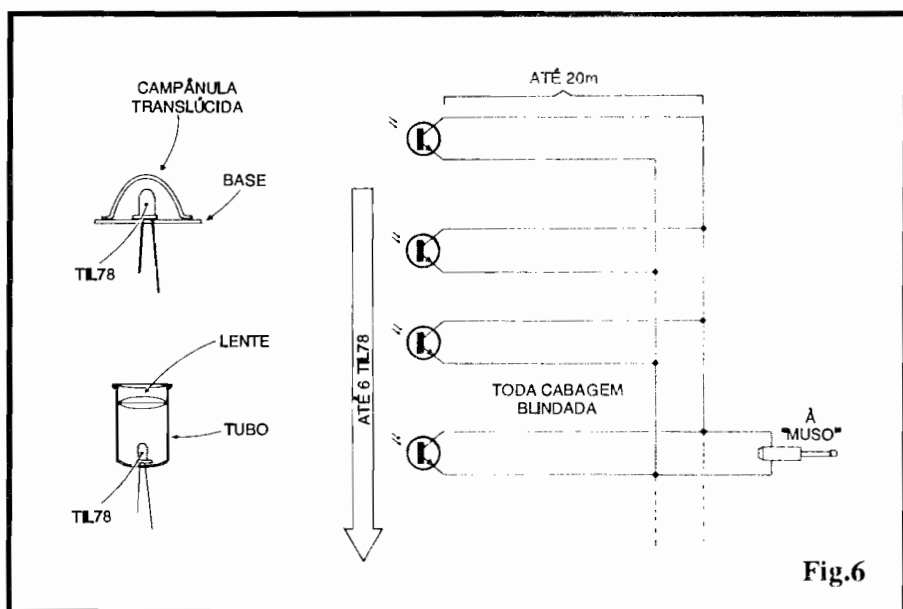

Fig.6
- FIG. 6 - ACOMODAÇÃO ÓTICA DOS SENSORES, E POSSIBILIDADES DE MÚLTIPLO SENSOREAMENTO...
São muitas, como já foi dito, as possibilidades de utilização prática do sistema... Ambientes diversos podem ser controlados através de sensores com campânula translúcida (ver fig. 6), de modo que, à noite, se a lâmpada do local for acesa, a MUSO perceberá o fato, acionando a carga escolhida, via relê... Também objetos ou locais muito específicos podem ser controlados, tanto via foto-transistores "nús" quanto com sensores "entubados" e dotados de lentes (ver a mencionada figura 6...). Num exemplo prático, em ambiente naturalmente iluminado, objetos valiosos podem ser protegidos contra roubo simplesmente colocando os próprios ditos **sobre** um sensor da MUSO, que assim, "verá", imediatamente, qualquer tentativa de remoção do tal objeto!